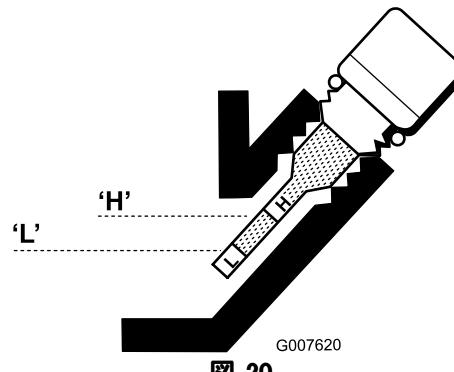

図 20
5. 量が不足している場合には、ゲージの読みがHとLの間になるまで、必要量だけオイルを補給する(図 20)。入れすぎないこと。